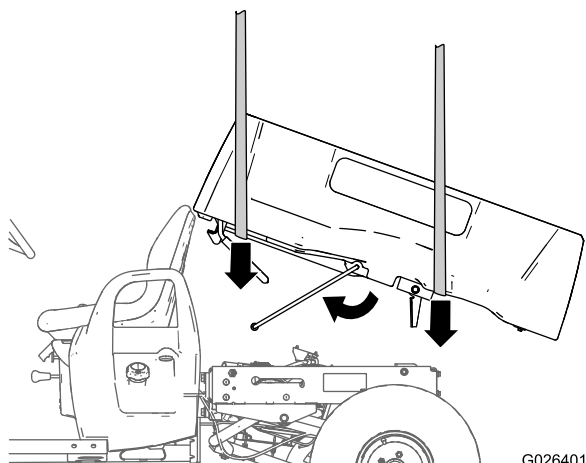
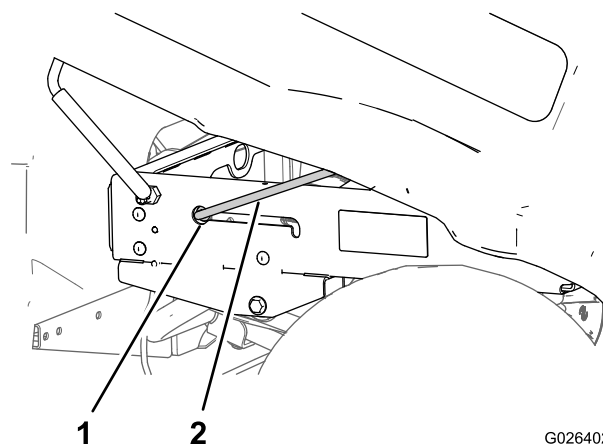

図17
図18
2. 荷台の前後にホイストなどの昇降装置を使って荷台を吊り上げ、ピボットブラケット・アセンブリを後ろ側にむけて、車体に装着できるように位置合わせを行う図17。
4. 支え棒の短い方の脚が左フレームのチャンネルのスロットまたは支え棒ブラケットのスロットのキー穴にそろえるように、昇降装置の高さおよび位置を調整する図17。
5. 支え棒を前に倒し、短い方の脚をキー穴に入れる図17と図18。
6. 荷台と支持棒を後ろにずらして、ピボットブラケット・アセンブリを後フレームのチャンネル部材に整列させる図18。